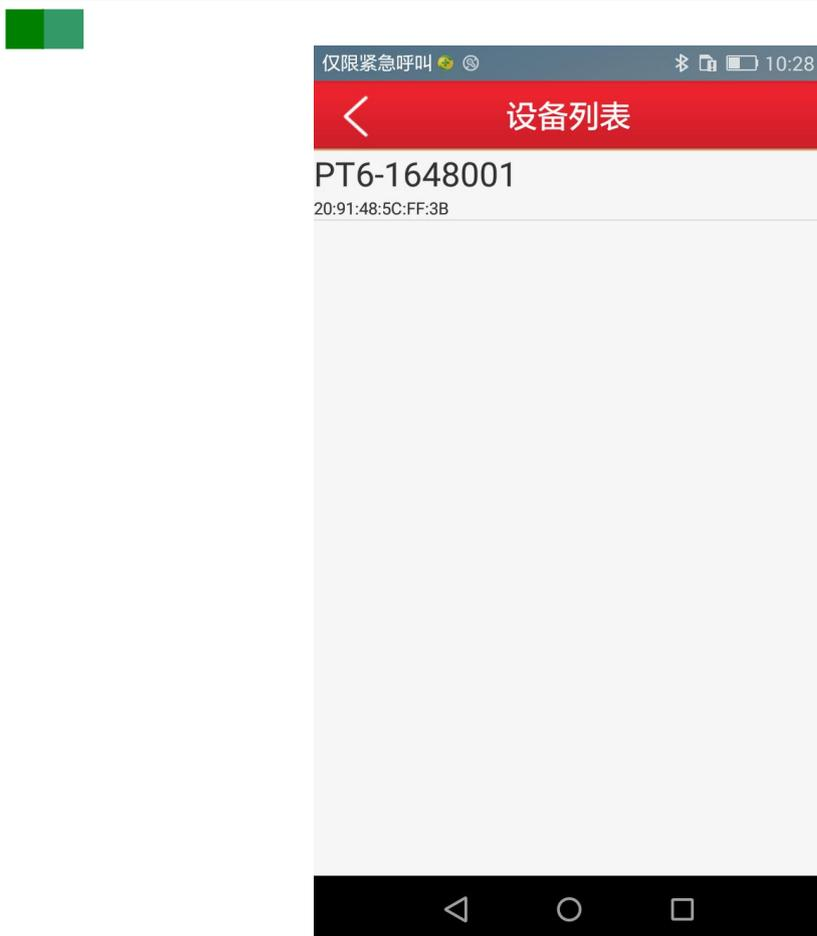

图 4.12 搜索设备界面
- 2 用户 APP 软件图标为本公司的 logo。启动软件之前确保蓝牙处于打开状态，并且手机距离设备不超过 5m。启动软件后搜索周围的蓝牙设备选择“PT6-序列号”，如下图 4.12 所示：